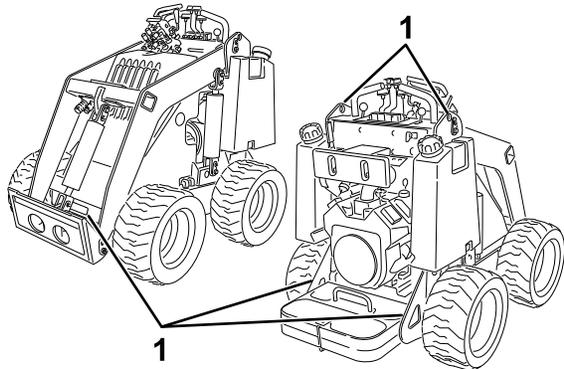

図 15
ロープ掛けポイントを吊り上げポイントとして利用することができます 図 15を参照。
8. 機体についているロープ掛けポイントを使い、チェーンやロープ、ワイヤなど適切なものでしっかりと機体をトレーラに固定する 図 15。ロープ掛けや積荷固定については各地域の法令などに従ってください。